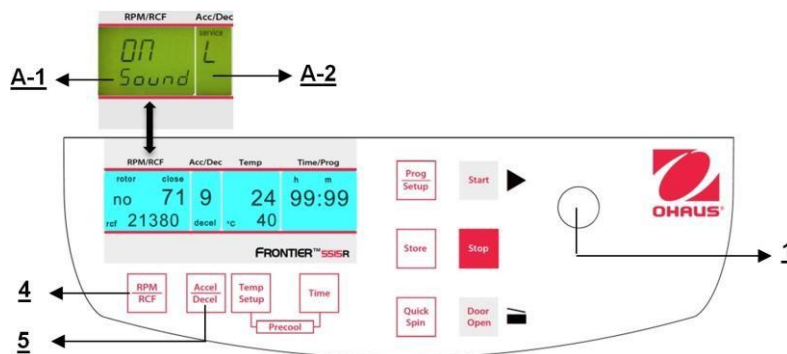

Figura 36
Proceda como se describe en el punto 4.1.1 para ingresar en este modo de programa y luego presione el botón **"Accel/Decel"** (5). En la pantalla **"Acc/Dec"** (A-2) destella la palabra **"Service"**. Ahora seleccione la letra **"U"** con la perilla de ajuste (1). Como resultado, en la pantalla **"RPM | RCF"** (A-1) aparecen las palabras **"Vol=0-9/Sound"**. Después de presionar el botón **"RPM | RCF"** (4), puede ajustar el volumen deseado entre 0 (bajo) y 9 (alto) con la perilla de ajuste (1) (vea la Figura 36).